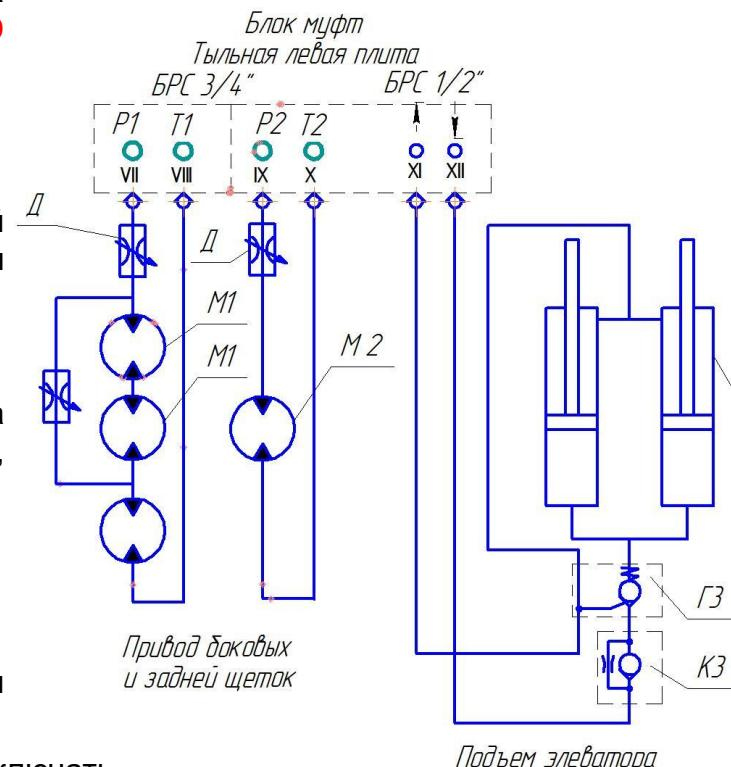

Рис.42. Схема гидравлическая.
5. Подключите гидравлические разъёмы (БРС) в соответствии со схемами Рис.42 и Рис.24. Проверьте правильность подключения БРС при помощи включения клавиш на панели управления Рис.8. (на работающем ДВС с включенной КОМ). Вращение щеток клавиша «СЩ», вращение элеватора «ЛО», подъём-опускание «Комбайн» Рис.9.